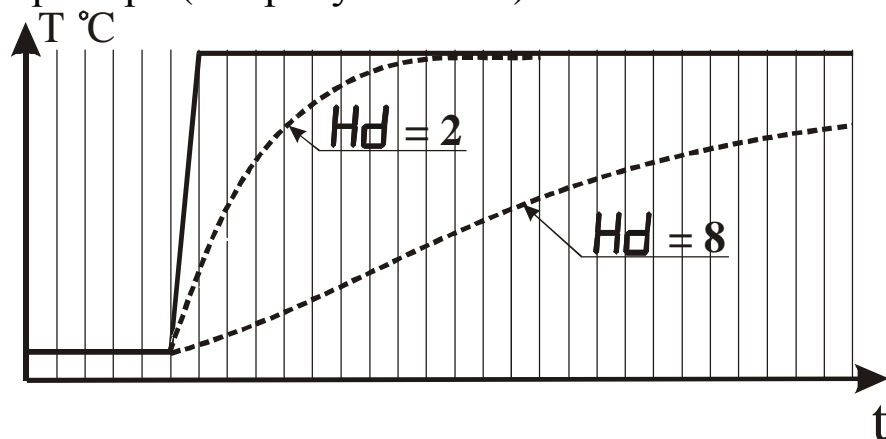

Рисунок 3.17 - Влияние параметра “Время усреднения” на показания прибора при различных значениях параметра  $Hd$
3.3.3.9 Параметр “Время усреднения” указывают в количестве периодов опроса входного датчика ( $N_{\text{опр.}}$ ). Этот параметр позволяет добиться более плавного изменения показаний прибора. Для этого производится вычисление среднего арифметического из последних ( $N_{\text{опр.}}$ ) измерений. При значении параметра равном 0 интегратор выключен. Уменьшение значения времени усреднения приводит к более быстрой реакции прибора на скачкообразные изменения измеряемого параметра, но снижает помехозащищенность прибора (см. рисунок 3.17).